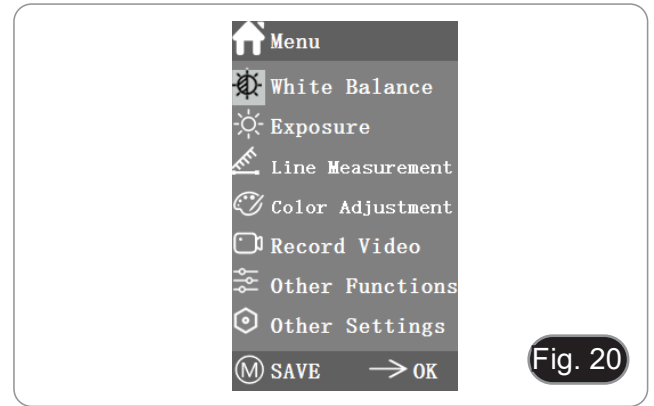

Fig. 20
2. La posizione corrente del cursore (cioè la posizione dell'icona evidenziata) è l'opzione della funzione di bilanciamento del bianco. (Fig. 20)